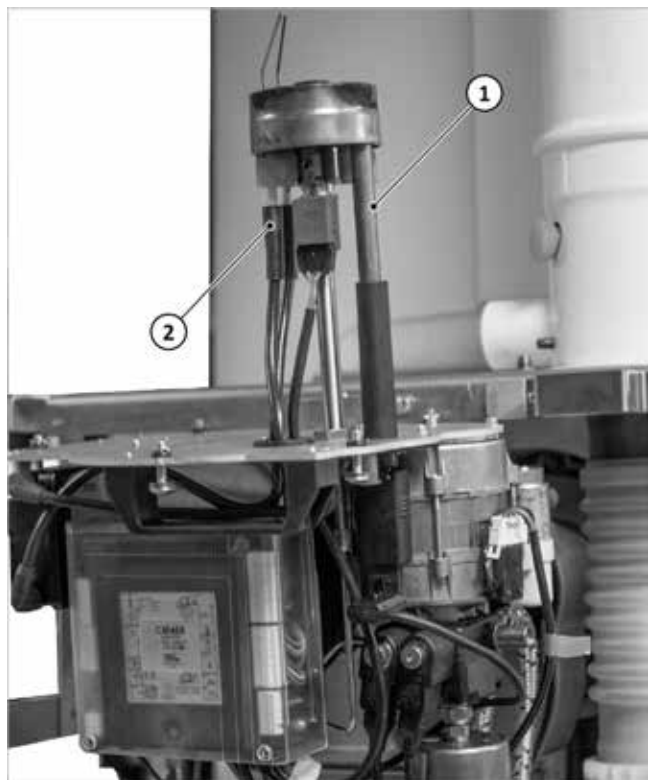

Fig. 119: Enganche del quemador a la consola
1. Retire la funda de la mirilla, véase ➔ fig. 119 (1).